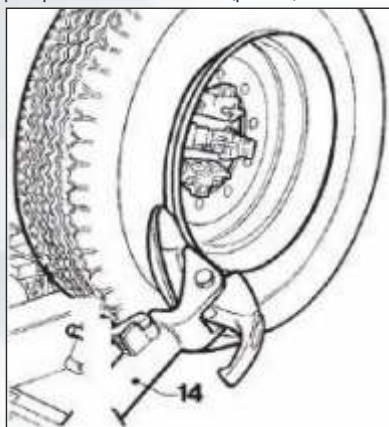
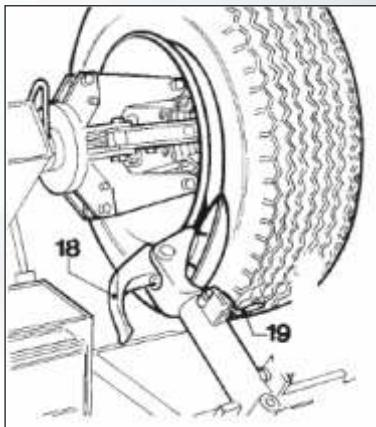

Рисунок 14
Рисунок 15
8) Нажмите на рукоятку установки съемного рычага 19 (рис.15) и поверните головку рукоятки на 180°, пока он автоматически не зафиксируется.
- 3) Установите кронштейн съемного рычага покрышки 14 (рис.14) в рабочее положение и дайте ему зафиксироваться.
- 4) При помощи переносного блока управления маневрируйте колесом до тех пор, пока внешняя часть обода не появится из-за диска (рис. 14).
- 7) Отведите кронштейн съемного рычага покрышки 14 (рис.14) в сторону и установите его в не рабочее положение, откав его установочную рукоятку, затем переведите его во второе рабочее положение (рис.15).